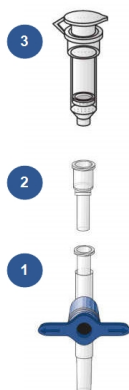

图 2. 用于样本真空处理的 QIAamp DSP DNA Blood Mini Kit 组件组装。
确保正确安装 QIAamp Mini 离心柱、VacConnector (VC) 和 VacValve(请参阅 图 2) 。